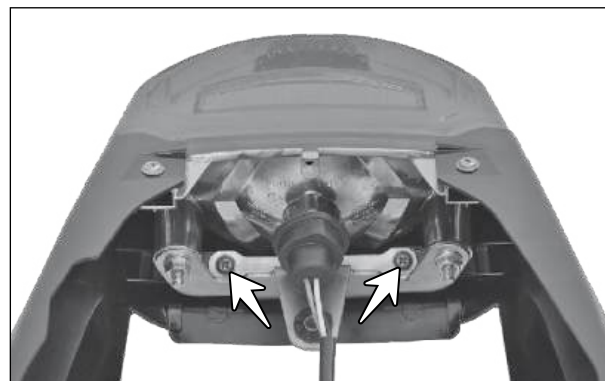

Fig. 1.28
- Remova os parafusos (setas) (ST4,2x60) de fixação central da carenagem traseira. (Fig. 1.28)